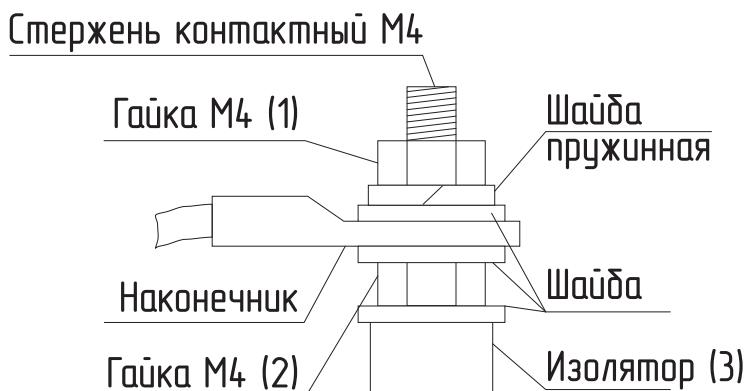

Рис.16 Присоединение проводов к выводам блок ТЭН
- при замене блок ТЭН присоединение фазных проводов к выводам блок ТЭН производить согласно **Рис.16.** Сечение кабеля указано в **Таб.1 и Таб.2;**
- провод нейтрали «N» подключить на перемычку блока ТЭН (**Рис.16**).